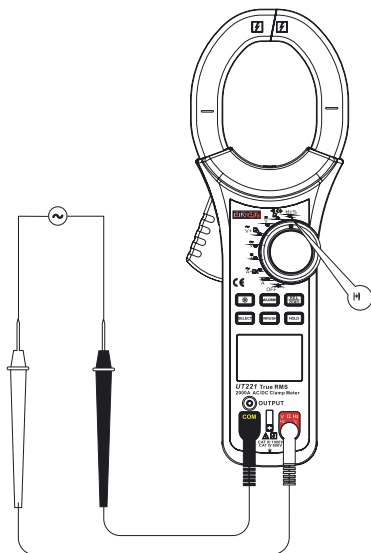

rys. 7
5. Pomiar ciągłości obwodu $\cdot \Omega$) (rys. 7)